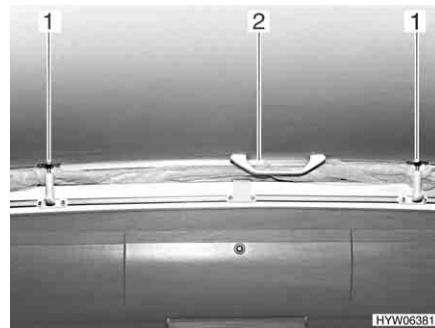

Fig. 25 Tetto sollevabile, chiuso
- Estrarre tutti i tenditori (Fig. 25,1) dal supporto, tirandoli verso il basso.
- Premere il tetto sollevabile verso l'alto mediante le maniglie (Fig. 25,2).
- Tirare verso il basso il tetto sollevabile mediante le maniglie (Fig. 25,2).
- Tirare tutti i tenditori (Fig. 25,1) verso il basso e arrestarli.